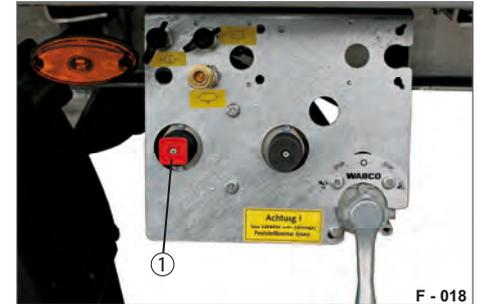

Abb. 21 Bedienstelle
- ▶ Federspeicher-Feststellbremse (Abb. 21/1) herausziehen. Anhänger ist gebremst.
- ▶ Federspeicher-Feststellbremse (Abb. 21/1) drücken. Anhänger ist ungebremst.